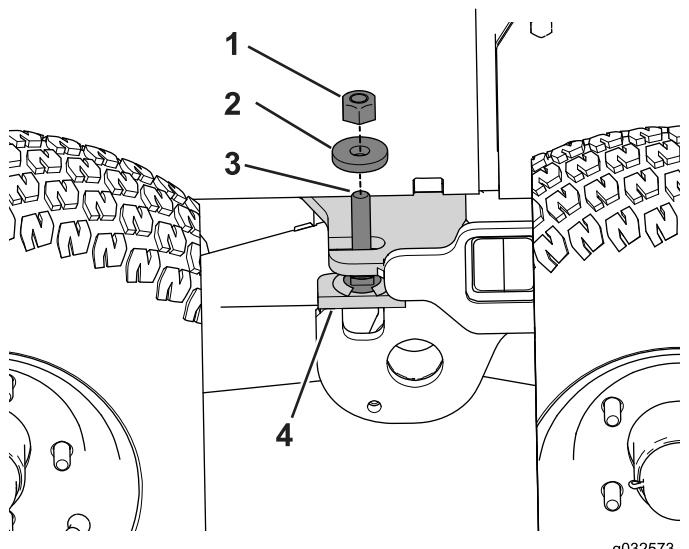

Рисунок 86
- Выверните контргайку и снимите шайбу с резьбовой шпильки узла упора тележки; отложите их в сторону (Рисунок 86).